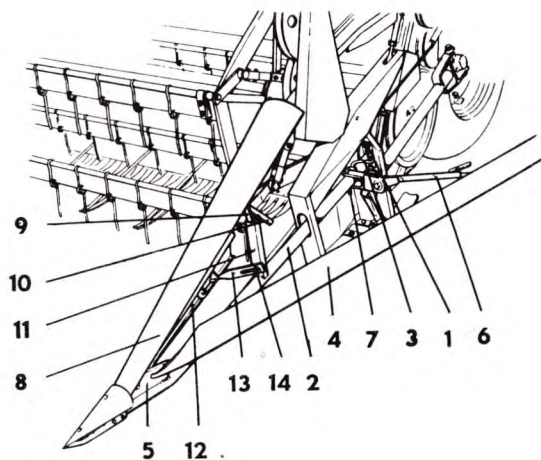

Bild 64.
2. Skruva fast fästet 1, bild 64.